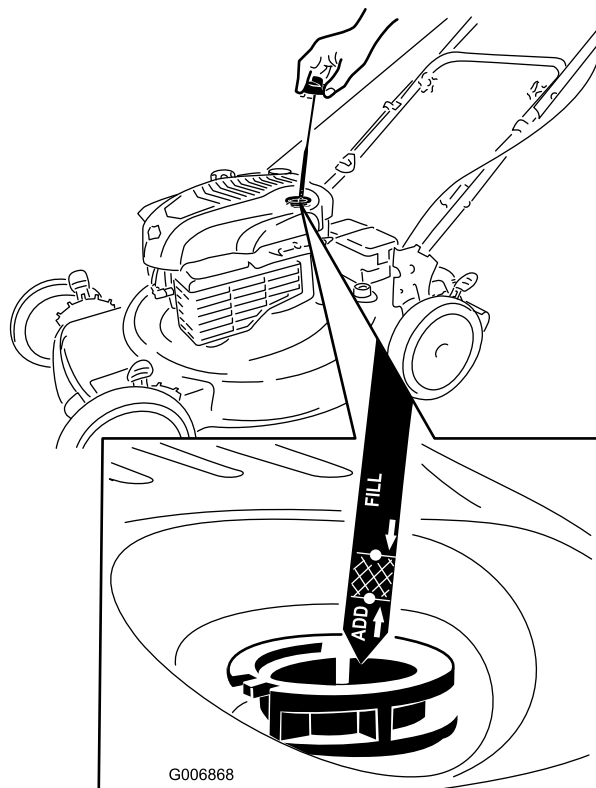

Figura 6
1. Retire la varilla (Figura 6).
2. Vierta **lentamente** aceite en el tubo de llenado hasta que el nivel llegue a la marca "**Full**" (lleno) de la varilla (Figura 6). **No llene demasiado.** (Capacidad